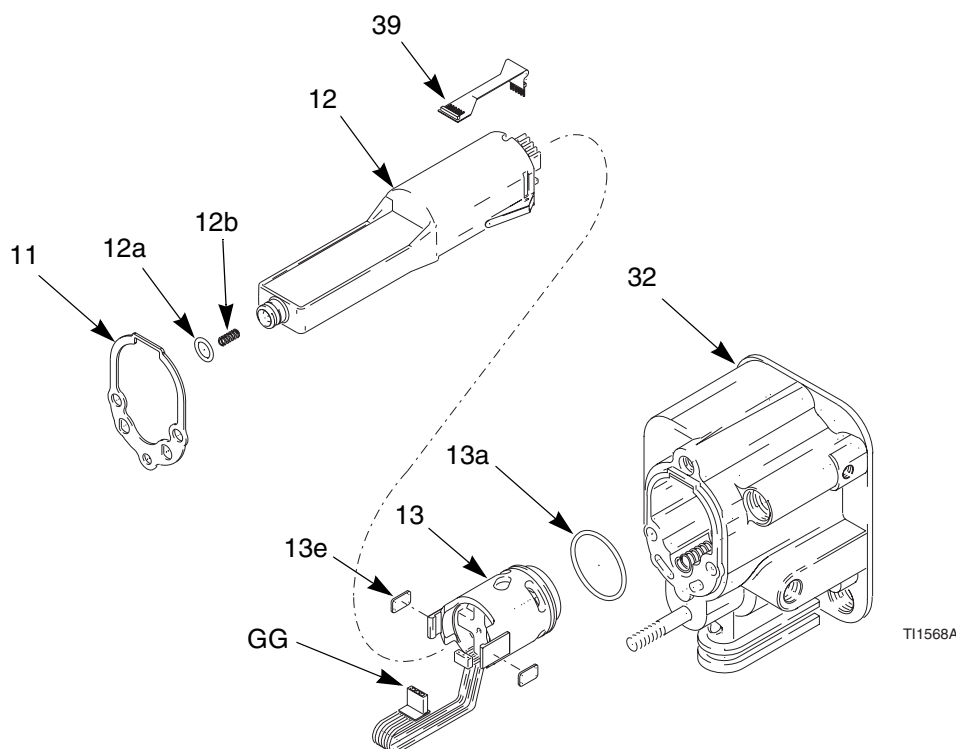

Fig. 31. Alimentatore
3. Afferrare l'alimentatore (12) con le mani, e, spostandolo delicatamente da un lato all'altro, liberare il gruppo alimentatore/alternatore dal corpo (32) della pistola, quindi estrarlo con attenzione. Scollegare il circuito flessibile (39) dalla presa sulla parte superiore del corpo (32). Vedere Fig. 31.
4. Scollegare il connettore a tre fili (GG) dall'alimentatore. Fare scorrere l'alternatore verso l'alto e all'infuori dell'alimentatore. Ispezionare l'alimentatore e l'alternatore per la presenza di danni. Scollegare il circuito flessibile a 6 pin (39) dall'alimentatore.